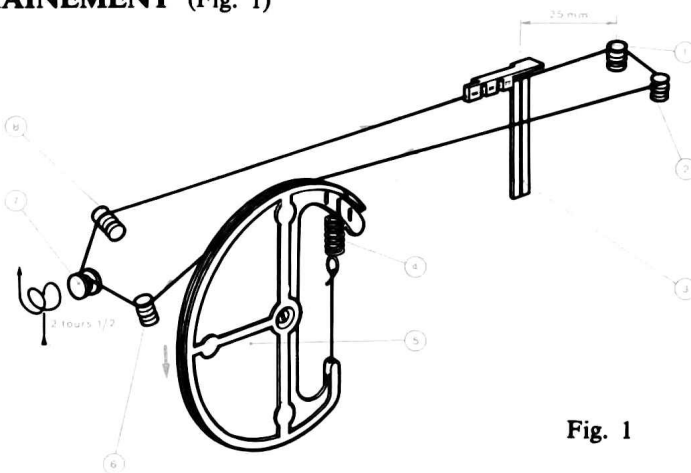

Fig. 1
- 2 - Débrancher les fils de liaison au circuit imprimé (12).
- 3 - Enlever le curseur (11) en écartant légèrement avec un tournevis le guide (10).
- 4 - Soulever le circuit imprimé (12) dans le sens de la flèche (E) et le sortir du coffret arrière (3).
C. REMPLACEMENT DU CORDONNET D'ENTRAÎNEMENT (Fig. 1)
- 4 - Faire une boucle à l'extrémité du cordonnet et l'accrocher sur le tambour (5).
- 5 - Accrocher le ressort (4) dans l'une des encoches du tambour (5).
- 6 - Placer le cordonnet sur les poulies et guides (6), (7), (8), (1) et (2) puis sur le tambour (5) en respectant le sens des flèches.
- 7 - Accrocher le cordonnet sur l'extrémité libre du ressort (4).
- 8 - Placer l'aiguille (3) à 25 mm de l'axe de la poulie (1).